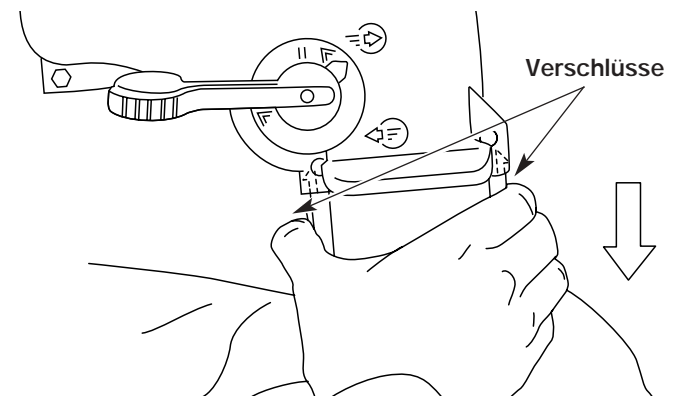

Abb. 5
1. Auf die Verschlüsse an beiden Seiten des Saugbeuteladapters drücken und den Saugbeutel vom Gerät abziehen (Abb. 5).